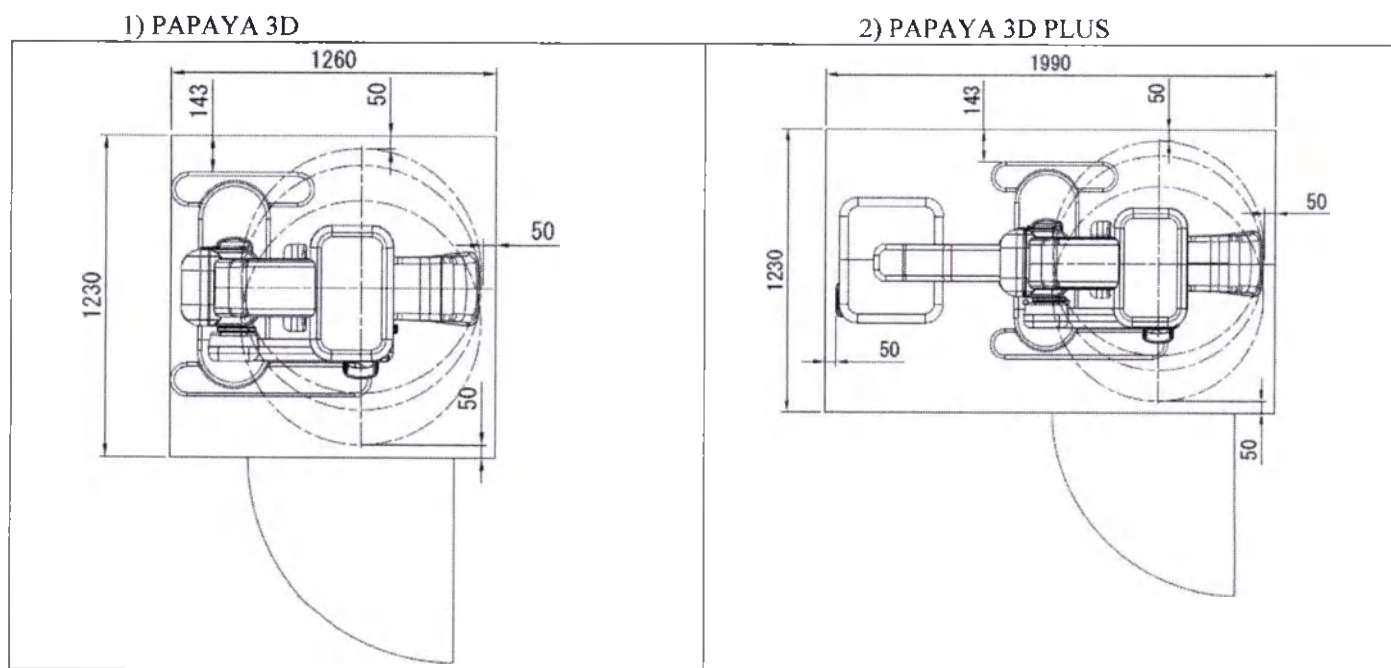

Рисунок 2. – Основные габаритные размеры (вид сверху)
- Габариты аппарата, см. рис. 2,3,4;